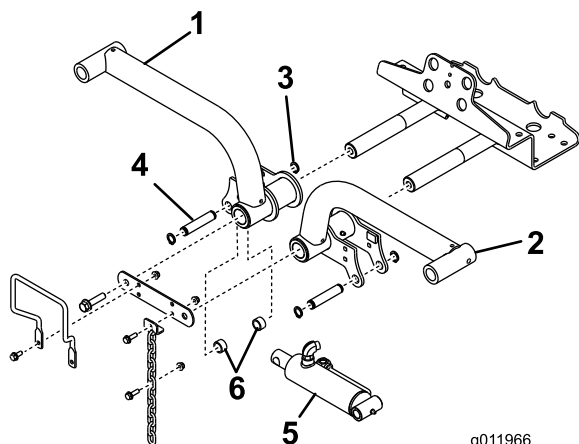

図 15
4. 左右の昇降アームをそれぞれピボットシャフト 図 15 に差し込み、保管しておいたピボットシャフトリンクとキャップスクリューを取り付けて固定する。
- 昇降シリンダの右端を右昇降アームに連結するピン 1 本とスペーサ 2 個 図 15。リテーナリングで固定する。